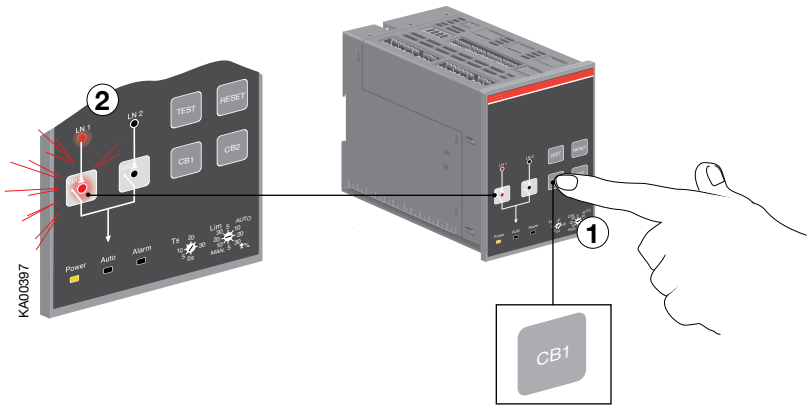

Figura 4.2 Selección de la línea de alimentación mediante ATS021 en funcionamiento manual
- Cuando apretamos la tecla CB1 (véase Figura 4.2/①), el interruptor CB1 va en posición de cerrado (LED CB1 ON, LED LN1 ON, véase Figura 4.2/②) y el interruptor CB2 estará en posición de abierto. Si el interruptor CB1 está ya en posición de cerrado el LED de CB1 está en ON (véase Fig. 4.2). Durante la conmutación el LED del interruptor CB1 parpadea al 50% ON y al 50% OFF. Si el interruptor CB1 está ya en posición de cerrado, pulsando la tecla CB1 se abre el interruptor CB1.